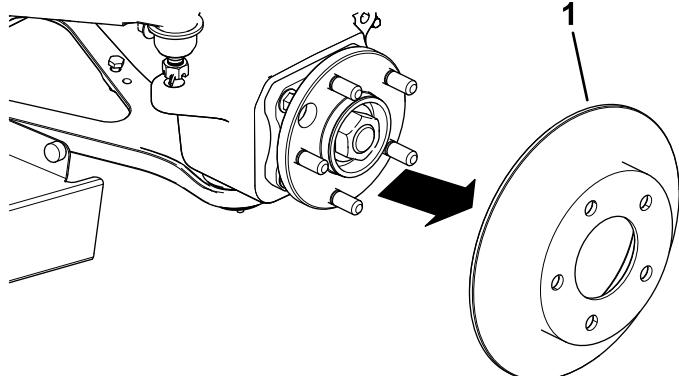

Figura 6
- Retire el disco (Figura 6).
4. Instale el disco en el cubo (Figura 6).